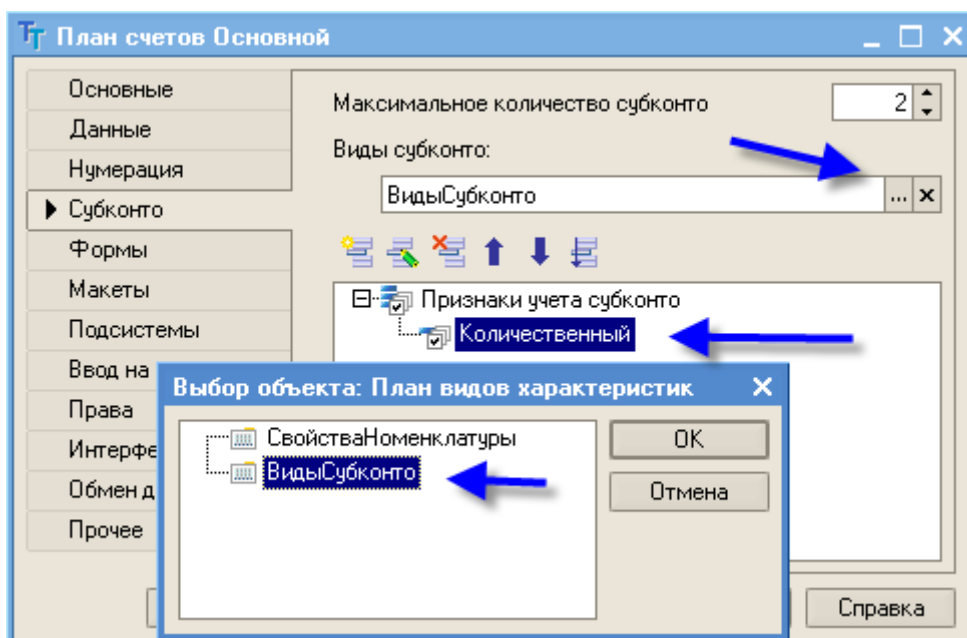

Рис. 158
- перейдите на закладку *Субконто* и укажите, что субконто для этого плана счетов будут находиться в плане видов характеристик *Виды-Субконто* (рис. 158), максимальное количество субконто на счете установите равным двум, признак учета субконто – количественный;